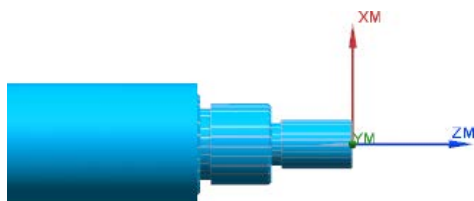

图 9.27 3D 仿真结果
Step3. 在“刀轨可视化”对话框中单击 **3D 动态** 选项卡，采用系统默认参数设置值，调整动画速度后单击“播放”按钮 ，即可观察到 3D 动态仿真加工，加工后结果如图 9.27 所示。